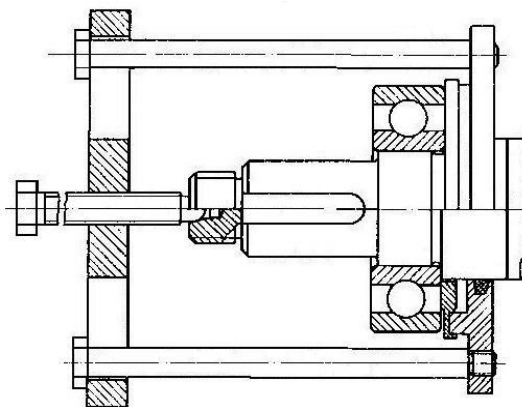

Рис. 22 Съем подшипника
- вынуть шпонку и снять подшипники при помощи съемника и вкладышей (рисунок 22);